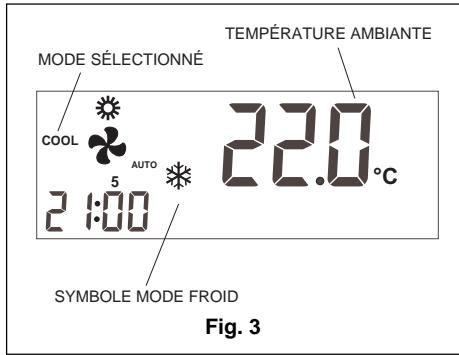

Fig. 3
**MODE** jusqu'à l'apparition du symbole du mode froid s'affiche sur l'écran (le mot **COOL** apparaît en même temps) (Fig.3).